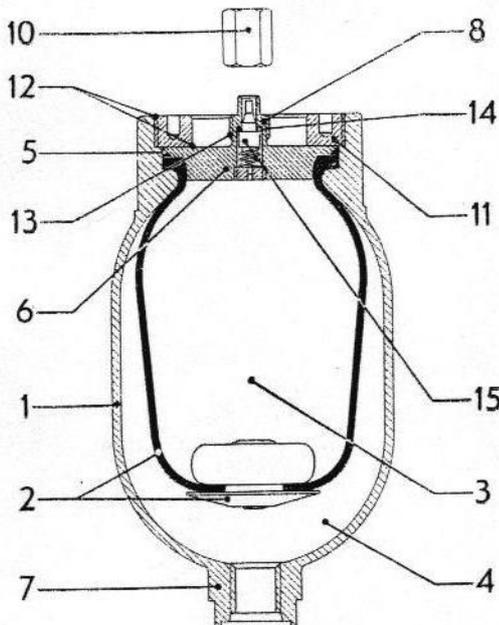

Abb. 1 Druckflüssigkeitsspeicher
Die Gummibläse wird mit einem Gewindingering (11) über den Deckel (6 bzw. 33 – Abb. 1 bzw. 4) fest an eine Wulst des Druckbehälters angepreßt.